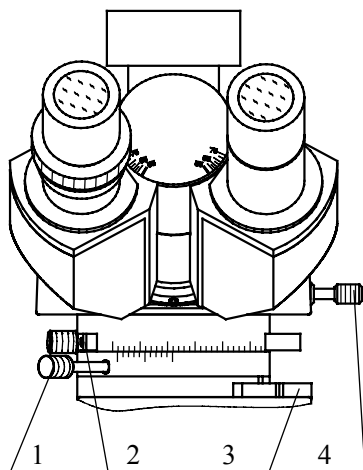

图 10
6. 偏光观察, 见图 10
- 1) 推入检偏振器到工作位置, 仪器处于偏光观察工作状态。转动检偏振器和起偏振器都至“0”位置(图 10), 可达到正交状态。即起偏器处于正东西向, 检偏器处于正南北向。
注意: XPL-1500/XPL-1530 在进行透射观察时, 如果之前聚光镜调整过, 可能要重新调整起偏器, 见图 10。把检偏器推入光路, 并把检偏器和起偏器都调到“0” 松开聚光镜锁紧螺钉, 慢慢旋转聚光镜使观察到的视场最黑, 然后重新锁紧聚光镜锁紧螺钉。
7. 锥光观察, 见图 10。